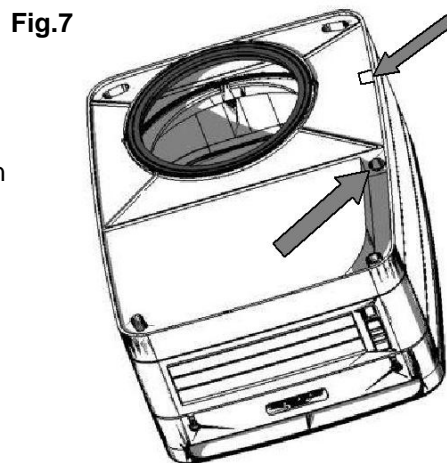
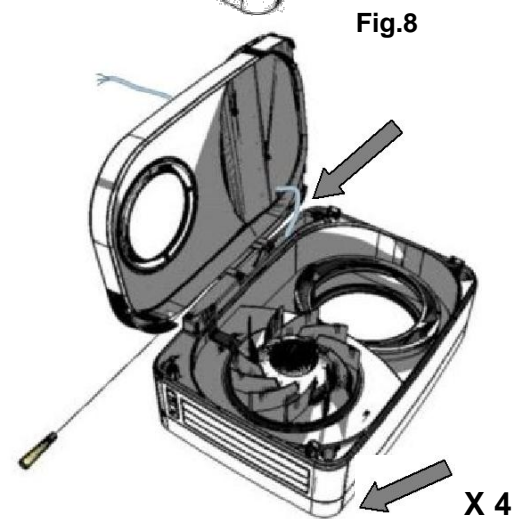

Fig.7
Fig.8
- 6) Steek de flexibele laagspanningskabel komende van de netvoeding doorheen één van de achteringen of de zij-ingang zoals vereist. Steek het daarna door de deur. (Fig. 7 & Fig. 8).